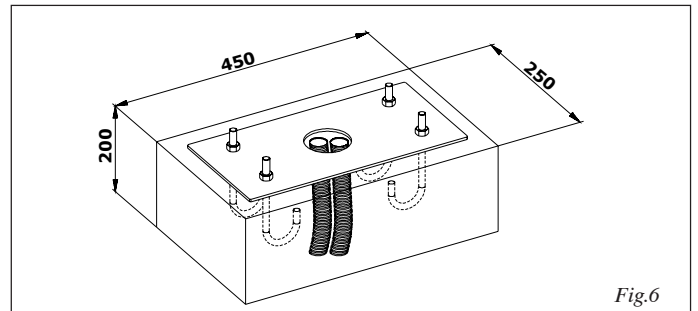

Fig.6
- Realicen una base de cimentación como se indica en la fig.6 (referencia a terreno arcilloso).
- Pongan en obra la placa de cimentación como se indica en la fig.6 previendo una o varias vainas para el paso de los cables eléctricos.